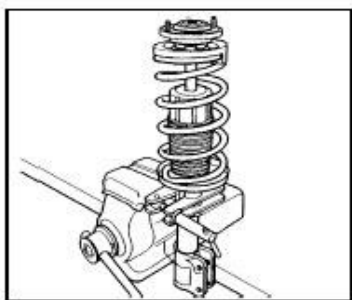

Рисунок III-7
i. При необходимости для фиксации сборки следует использовать неподвижные тиски. (см. Рисунок III-7)